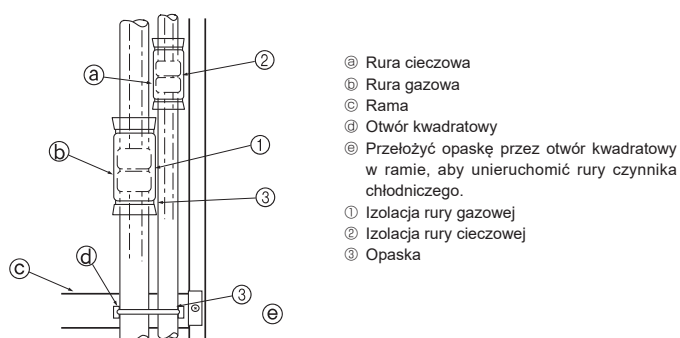

Fig. 4-5
Całkowicie zaizolować połączenia kielichowe ① i ② rur gazowych i czynnika chłodniczego. Jeśli jakkolwiek część połączeń będzie odsłonięta, może dojść do kapania skropliny. (Fig. 4-5)
- Przymocować izolację rury gazowej ① i izolację rury cieczowej ② na obu końcach, aby nie zsunęły się i nie zrównały jedna z drugą.
- Po założeniu izolacji należy przymocować opaskę ③ rurę czynnika chłodniczego do ramy (poniżej odcinka połączenia rury). Zapobiegnie to odstawianiu rury czynnika chłodniczego od ramy. (Kiedy rura czynnika chłodniczego odstaje od ramy, nie można założyć kratki).